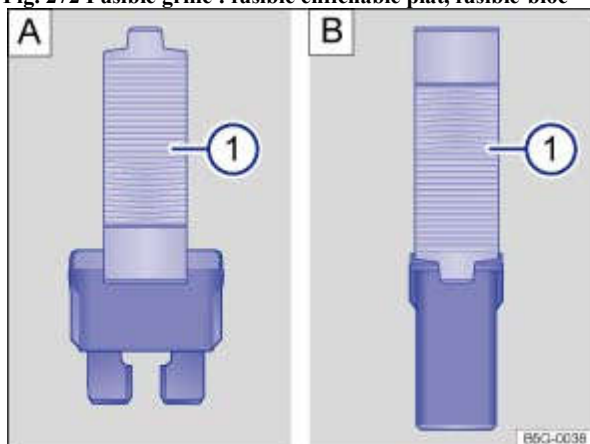

Fig. 273 Extraction ou mise en place du fusible à l'aide de la pince en plastique : fusible enfichable plat, fusible-bloc
- Selon la version du fusible, faites glisser l'agrafe appropriée de la pince en plastique → Fig. 273  ① ou → Fig. 273  ① latéralement sur le fusible.